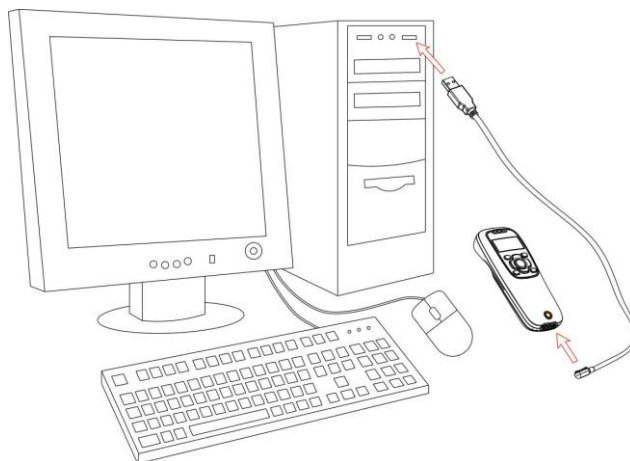

图 2-1 采集器连接到计算机图示
- 1) 参考图 2-1，请先将 USB 电缆线的一端插入采集器的微型 USB 接口，USB 电缆线的另外一端则连接到计算机 USB 接口；